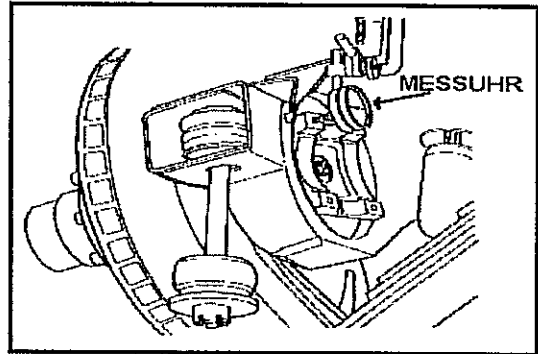

Abb. 7-61 Prüfen des Radlagerspiels innen am Radnabenträger
- Rad demontieren und eine Meßuhr in geeigneter Weise am Längslenker anbringen und die Meßspitze am Flansch der Achse ansetzen, wie in Abb. 7-61 gezeigt.